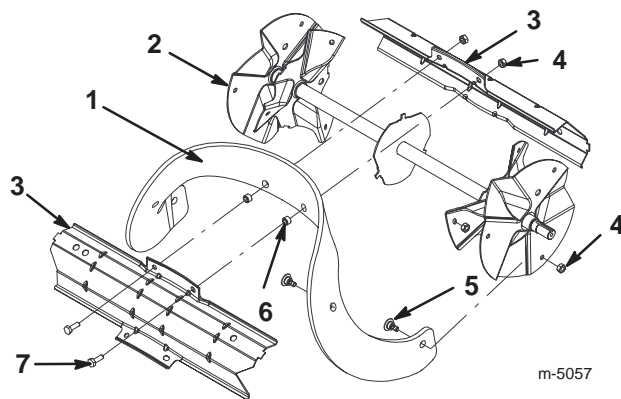

Bild 14
1. Entfernen Sie die vier Torx-Schrauben und die vier Sicherungsmuttern, mit denen die Außenkanten der Rotorwellengruppe abgesichert ist (Bild 14).
2. Entfernen Sie die beiden Sechskantschrauben und die beiden Sicherungsmuttern, mit denen die Innenseite des Rotorblatts an der Rotortrommel befestigt ist (Bild 14).
3. Schieben Sie das Rotorblatt aus seiner Position zwischen den Rotortrommelhälften heraus (Bild 14).
3. Befestigen Sie das neue Rotorblatt mit den beiden Sechskantschrauben und den beiden Sicherungsmuttern, die Sie zuvor abgenommen haben, an der Rotor-trommel. Positionieren Sie die Schraubenköpfe an der dicken Gummiseite des Rotorblatts (Bild 14 und 15).
4. Biegen Sie das neue Rotorblatt und sichern Sie es mit den restlichen Torx-Schrauben und Sicherungsmuttern ab, wobei Sie die Schraubenköpfe an der dicken Gummiseite des Rotorblatts positionieren (Bild 14 und 15).